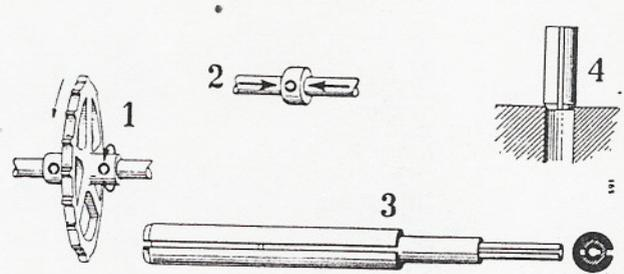

Figure 22
Les goupilles élastiques doivent être placées de telle sorte que leur fente soit dans le sens des efforts transversaux. Sur (1) et (2) de la Fig. 22, les efforts transversaux sont représentés par des flèches.
Des raccords sur lesquels des efforts importants s'exercent présenteront plus de sécurité si l'on y enfonce 2 goupilles cylindriques ou davantage. Elles peuvent être glissées l'une dans l'autre avant ou après leur introduction dans le logement. La coupe sera décalée de 90° ou de 180° (voir N° 3; Fig. 22).